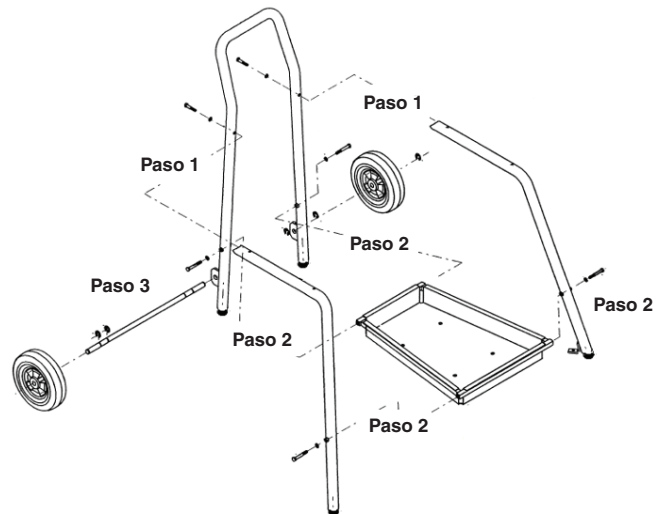

Figura 4 – Montaje del soporte
3. Introduzca el eje en las lengüetas que sobresalen del conjunto de mango y soporte trasero. Fíjelo con cuatro anillos de retención. *Vea la Figura 4.*